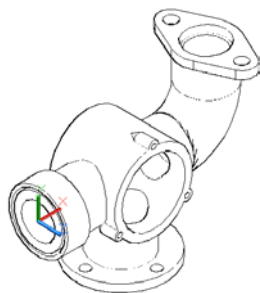

图 9-33 三维隐藏
- 三维隐藏：显示用三维线框表示的对象，并隐藏表示后向面的直线，如图 9-33 所示。